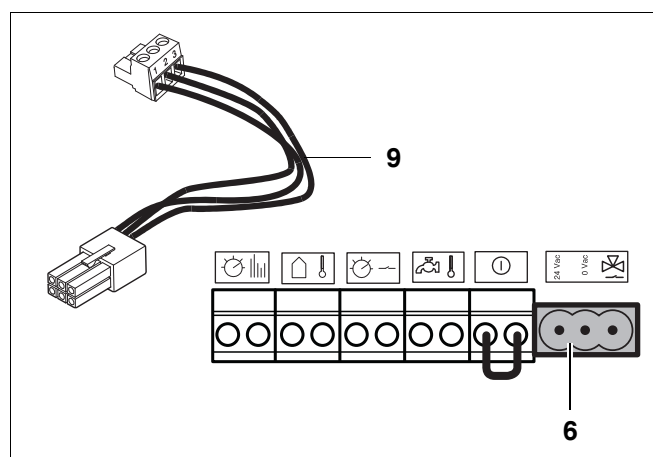

Fig. 37 Aansluitstrook – aansluiten driewegklep
- Sluit de driewegklep aan op de witte stekker van de aansluitstrook van het cv-toestel (→ fig. 37). Maak hierbij gebruik van de, bij de driewegklep meegeleverde, adapterkabel [9].